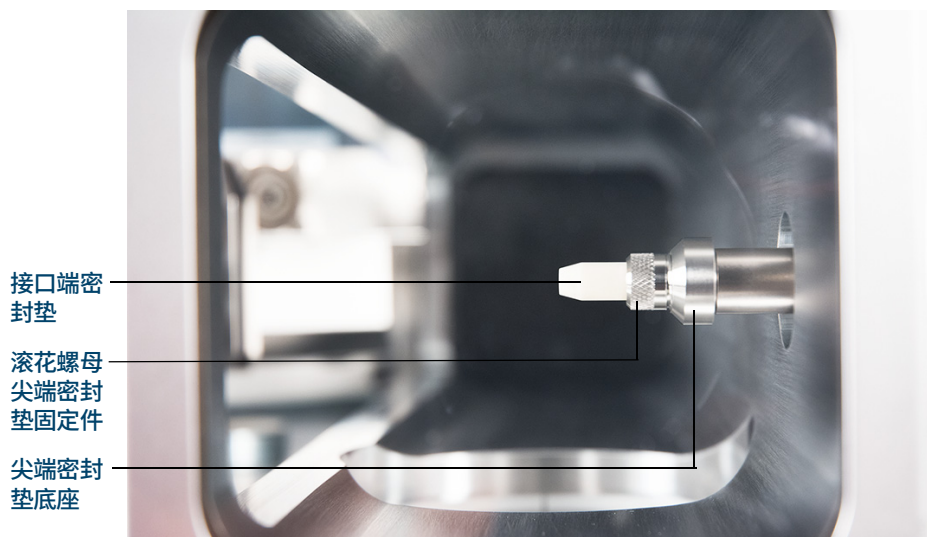

图 8. 接口端密封垫
- 1 检查已安装 CI 离子源、EI XTR 离子源或 HES。安装了 EI SS 或惰性离子源时不能安装此尖端密封垫及其弹簧（见图 8（第 47 页））。